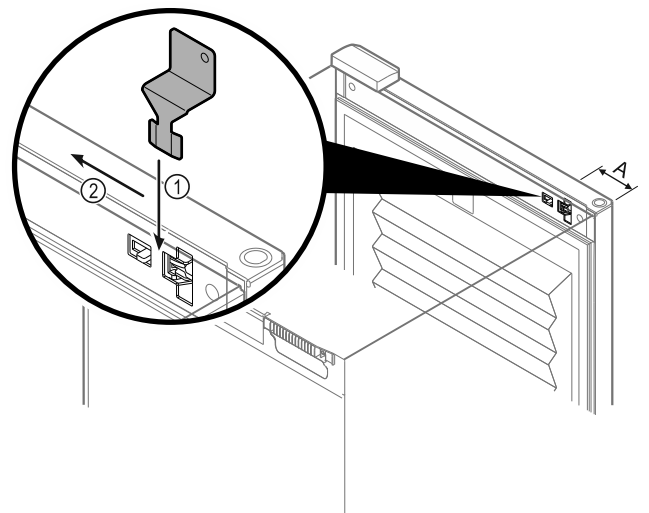

Fig. 138
- Aseta hätäavausavain määrättyyn kohtaan Fig. 138 (A) ≈ 100 mm.
- Aseta hätäavausavain yläkautta oven ja laitteen rungon väliin vasteeseen saakka Fig. 138 (1).
- Vedä hätäavausavainta saranasivun suuntaan Fig. 138 (2).